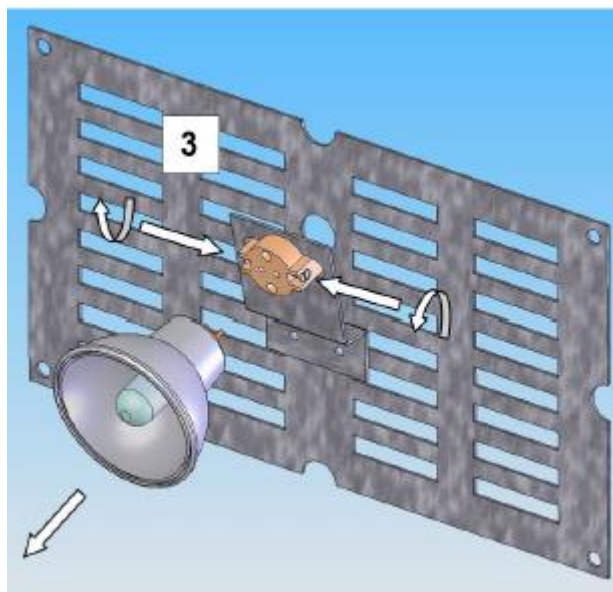

Рис. 8.2
3. С помощью отвертки с плоским наконечником открутите 2 винта крепления лампы к патрону, снимите лампу и произведите замену на лампу такого же типа (см. рис. 8.2).